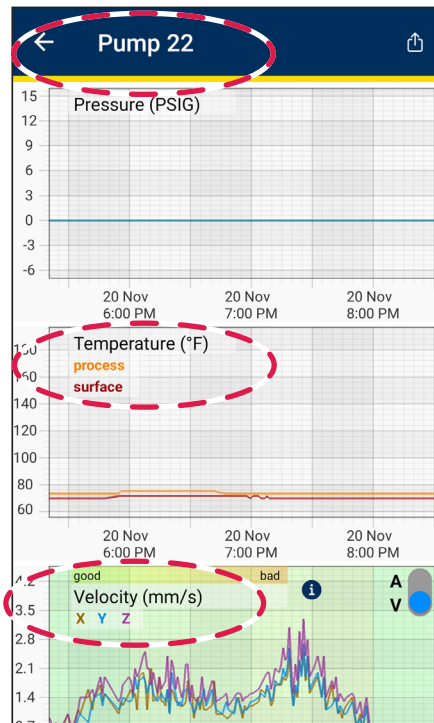

Abbildung 17
3. Das Datendiagramm wird auf Ihrem Mobiltelefon angezeigt (siehe Abbildung 17).
Nutzer-Steuerelemente für das Datendiagramm (siehe Abbildung 17):